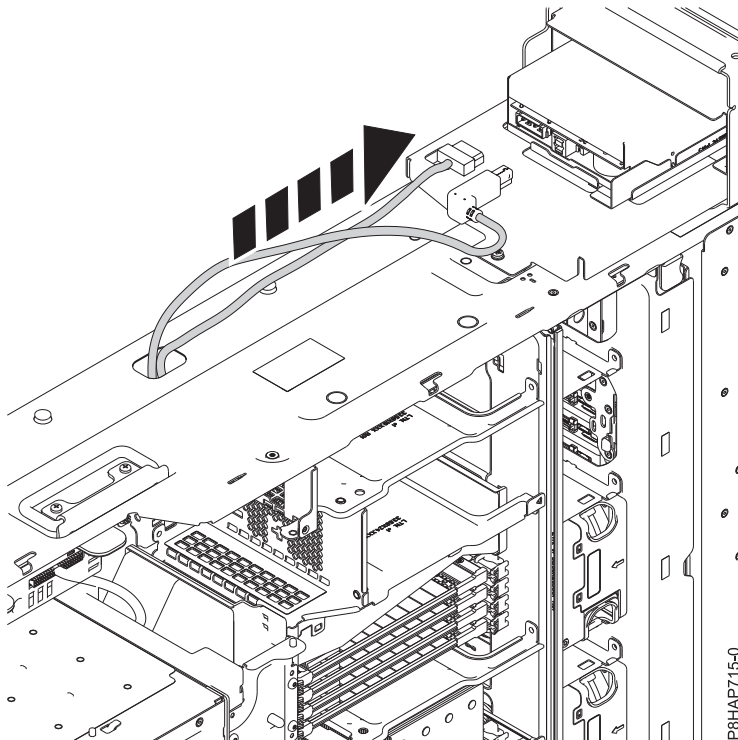

Figure 70. Connexion du câble USB et du câble d'alimentation électrique à l'arrière de la station d'accueil RDX interne (FC EUA3)
6. Connectez le câble d'alimentation électrique à l'arrière de la station d'accueil RDX interne (FC EUA3). Voir figure 70, à la page 82.